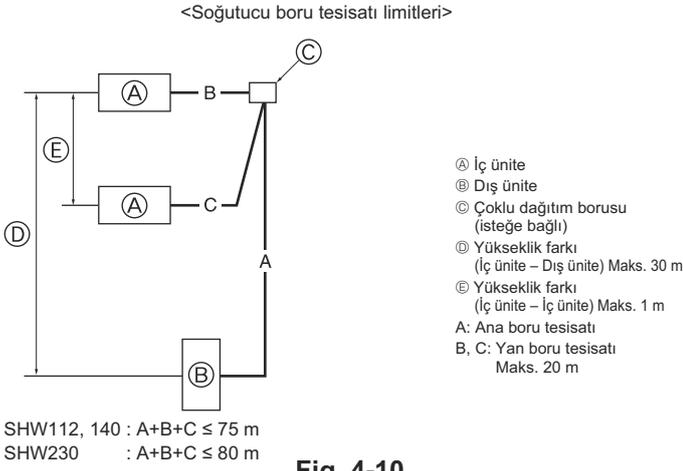

Fig. 4-10
4.8. Çiftli/üçlü/dörtlü kombinasyon için (Fig. 4-10) (sadece klimalar için)